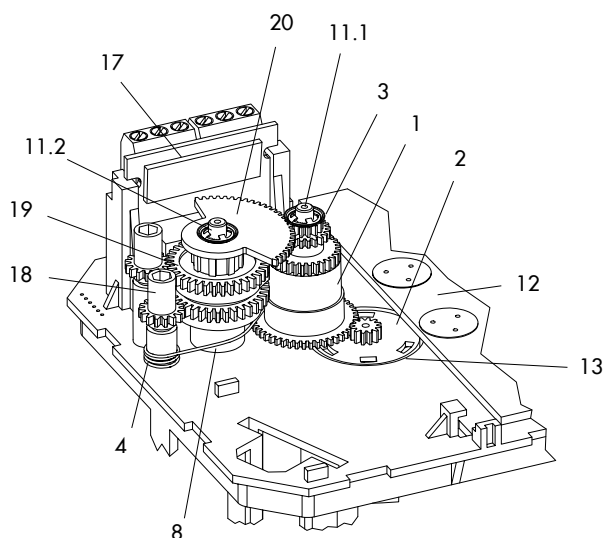
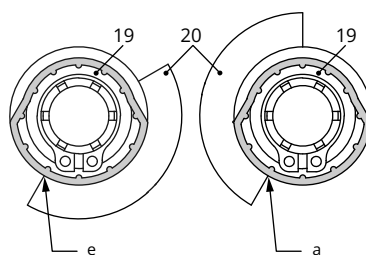

Fig. 20 : Vue intérieure du type 3374
Fig. 21 : Cames de commutation et secteur denté
Les cames de commutation (19) sont prémontées avec le secteur denté (20) et les circlips (9) pour former l'unité de cames (21), cf. Fig. 21).
4. Pousser les pignons de réglage (18) sur leurs axes et fixer chacun d'eux avec une vis (16). Vérifier que chaque pignon peut tourner facilement et desserrer légèrement la vis, si nécessaire.
5. Faire tourner les cames de commutation (19) selon la Fig. 21 en fonction de la position de la tige de servomoteur sur le secteur denté (20).
6. Pousser l'entretoise (8) sur l'axe (11.2) en veillant à ce que le côté long du ressort de tension se trouve entre les surfaces enveloppes de l'entretoise et le pignon intermédiaire.
7. Pousser l'unité de cames (20) sur l'axe, comme illustré dans Fig. 20, en fonction de la position de la tige de servomoteur sur l'axe. Veiller alors à ce que le pignon extérieur de l'unité de cames soit engagé dans le pignon intermédiaire (1). Les pignons de réglage (18) doivent également être engagés dans les pignons de l'unité de cames (20).
8. Bloquer l'unité de came (21) et le pignon intermédiaire (1) avec l'anneau dentelé (3) en poussant l'anneau dentelé jusqu'en butée.
9. Positionner le bornier (17) sur la base du support à environ 45° avec les contacts vers les pignons, puis faire pivoter l'extrémité supérieure vers les pignons jusqu'à ce que le bornier soit en position verticale et s'enclenche.